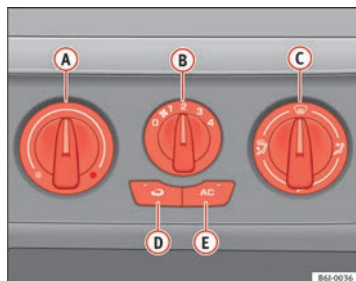

Fig. 94 Mandos del Aire Acondicionado en el tablero de instrumentos
- Con los reguladores $\Rightarrow$ fig. 94 **A** y **C** y con el mando **B** se regula la temperatura, la velocidad del ventilador y la distribución del aire.